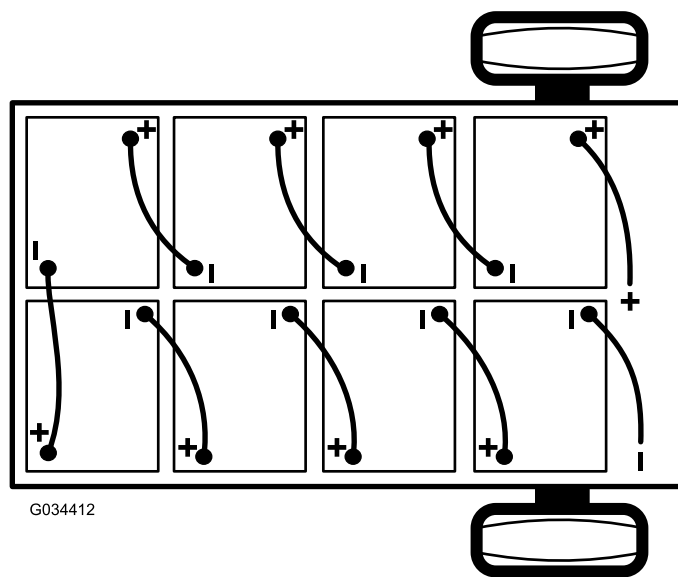

Figure 41
2. Débranchez le câble négatif principal (noir) de la batterie qui relie la rangée de batteries au point de masse de la machine (Figure 41).
3. Débranchez le câble positif principal (rouge) qui relie la rangée de batteries au contacteur principal de la machine (Figure 41).
- Remarque:** Tenez compte de la polarité lors de la mise en place des batteries neuves (Figure 41).
6. Reliez les batteries entre elles, comme montré à la Figure 41, avec les câbles d'interconnexion que vous avez retirés à l'opération 1.
2. Branchez le câble positif principal (rouge) entre la rangée de batteries et la machine (Figure 41).
3. Branchez le câble négatif principal (noir) entre la rangée de batteries et la machine (Figure 41).